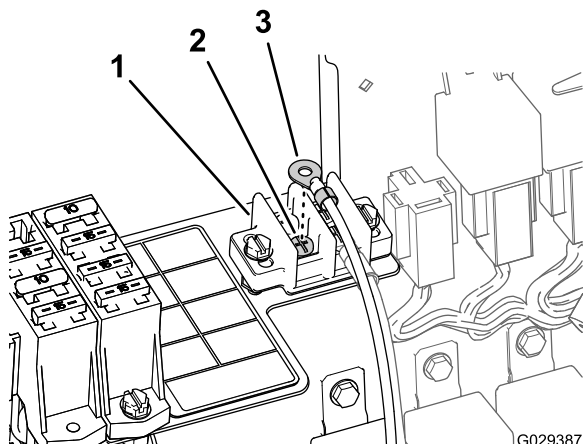

Bild 19
1. Entfernen Sie eine Schraube vom Erdungsklemmenblock (Bild 19).
2. Befestigen Sie den Kabelschuh des Kabelbaums für das Finishingkit mit der in Schritt 1 entfernten Schraube am Erdungsklemmenblock (Bild 19).